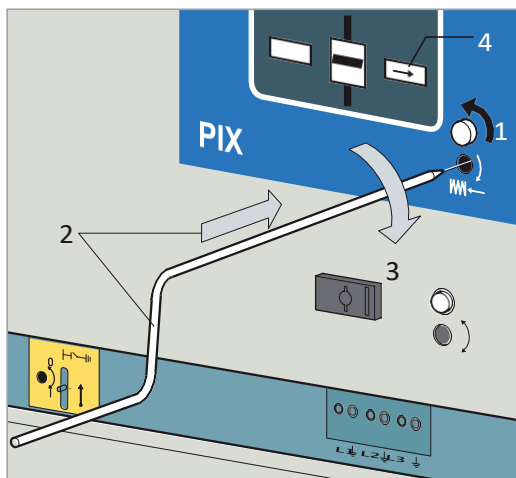

Fig. 10.18
- Ouvrir le recouvrement (Fig. 10.18, 1) et enficher la manivelle (2).
- Tourner dans le sens des aiguilles d'une montre (3) jusqu'à ce que la commande à chargement soit découplée en faisant du bruit.
- L'accumulateur d'énergie indique "chargé" (4).
L'accumulateur d'énergie est chargé automatiquement, dès que la tension d'alimentation du moteur est appliquée. L'indicateur de position de l'accumulateur d'énergie affiche l'état "chargé" (Fig. 10.18, 4).